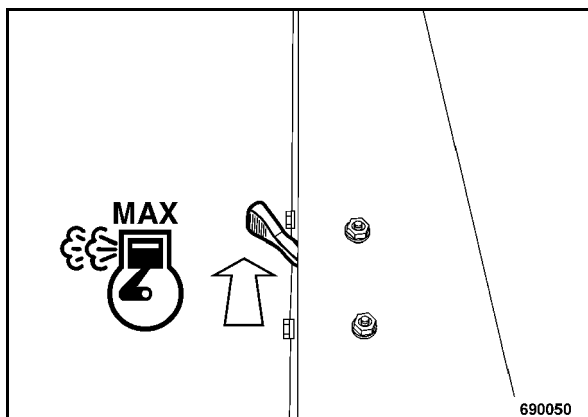

Fig. 13
- Colocar la palanca reguladora de revoluciones (Fig. 13) a posición "MAX".